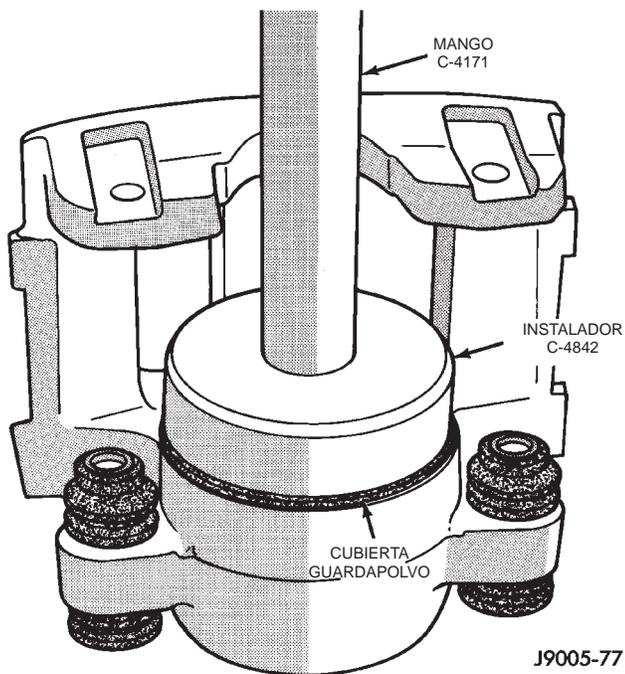

Fig. 55 Instalación de la cubierta guardapolvo del pistón
(7) Oprima el pistón del calibrador hasta el fondo del hueco.
(8) Asiente la cubierta guardapolvo en el calibrador con el instalador C-4842 y el mango C-4171 (Fig. 55).